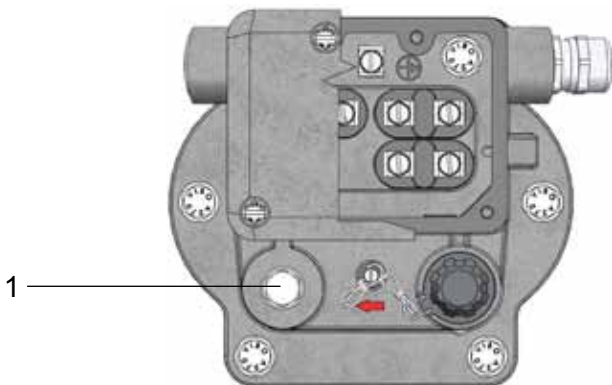

Bild 2 - Verschlusschraube
**Im Normalbetrieb befindet sich immer Schaltgas im Gasdom des Überwachungsrelais. Dieses Gas hat keinen Einfluss auf die Funktion des Gerätes. Aus diesem Grund ist ein Entlüften des Gerätes nach dem Einbau funktionsbedingt nicht zwingend erforderlich. Deshalb die Verschlusschraube (Bild 2/ Nr. 1) nicht öffnen.**